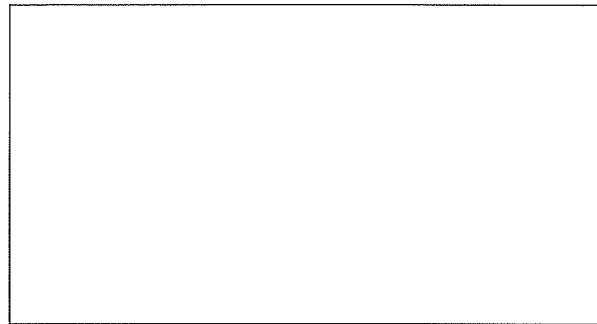

Рис. 60
**ПЕРЕКЛЮЧАТЕЛЬ ГИДРАВЛИЧЕСКОЙ СИСТЕМЫ (Рис. 60)**